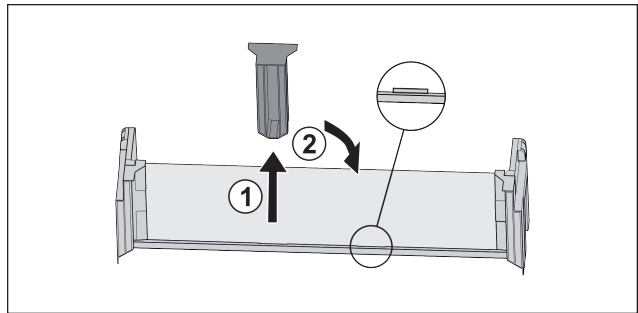

Fig. 24
- ▶ Extraire la pièce de retenue centrale Fig. 24 (1).
- ▶ Insérer la pièce de retenue centrale en deuxième position Fig. 24 (2).